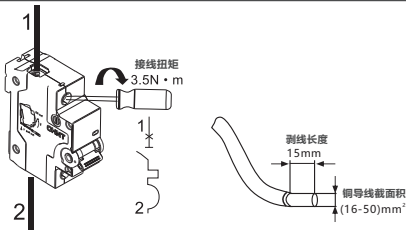

图5 CB-125A接线方式
5.4 适用于铜导线连接，导线选择见表2，接线方式及剥线长度示意如下图5